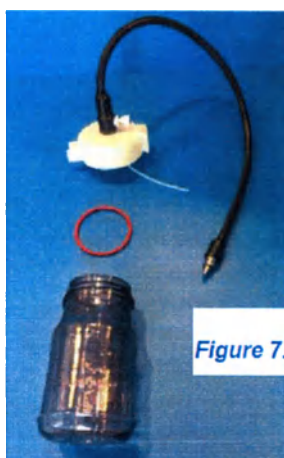

Рис. 7
- Для удаления уплотнительного кольца необходимо извлечь его часть, находящуюся в выемке вдоль обода бутылки (рис. 7). Не прилагать резких усилий для извлечения уплотнительного кольца из паза. Это может привести к повреждению кольца и (или) бутылки.